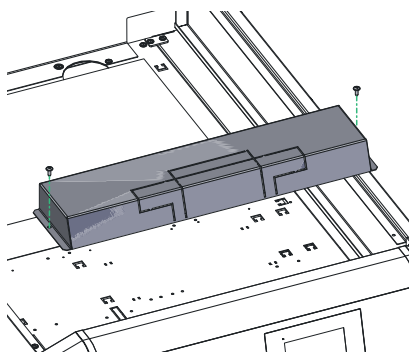

Fig. 48 Rimuovere il coperchio dei morsetti di collegamento
- ▶ Allentare 2 viti della copertura dei morsetti di collegamento e staccare la copertura verso l'alto – Fig. 48.